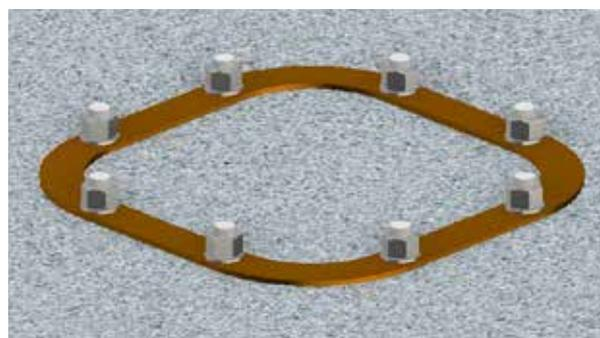

fig.21
3. Déposer l'ensemble dans le massif béton à couler en s'assurant que le gabarit est alignée par rapport au sol (fig. 21). Protéger les écrous et le filetage des tirants pour éviter tout dommage.